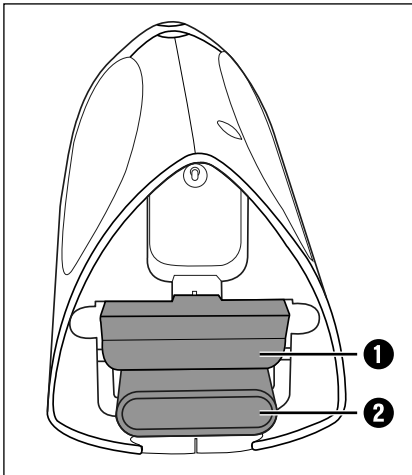

Fig. 3
- 2) Si lo desea, monte la boquilla pertinente en el orificio de aspiración. La boquilla para juntas **2** y la boquilla de aspiración de líquidos **1** se encuentran en el alojamiento para accesorios del mango para ahorrar espacio (fig. 3).